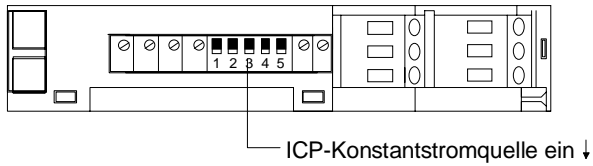

Bild 6: Sensorspeisung aktivieren
**Sensoreingang** Das M10 ist für den Anschluss aller Beschleunigungsaufnehmer nach ICP®-Standard geeignet. Die eingebaute Konstantstromquelle für die Sensorelektronik liefert ca. 4 mA. Eine Quellenspannung von über 20 V gewährleistet hohe Aussteuerbarkeit, unabhängig von der Arbeitspunktspannung des gewählten Sensors. Die Konstantstromquelle wird aktiviert, indem der DIP-Schalter „ICP Supply“ an der Gehäuseseite in die untere Stellung („ON“) gebracht wird (Bild 6).
- ☞ Beim Betrieb von zwei Modulen an einem gemeinsamen Sensor ist zu beachten, dass die Konstantstromquelle nur an einem Modul eingeschaltet wird (Bild 6).